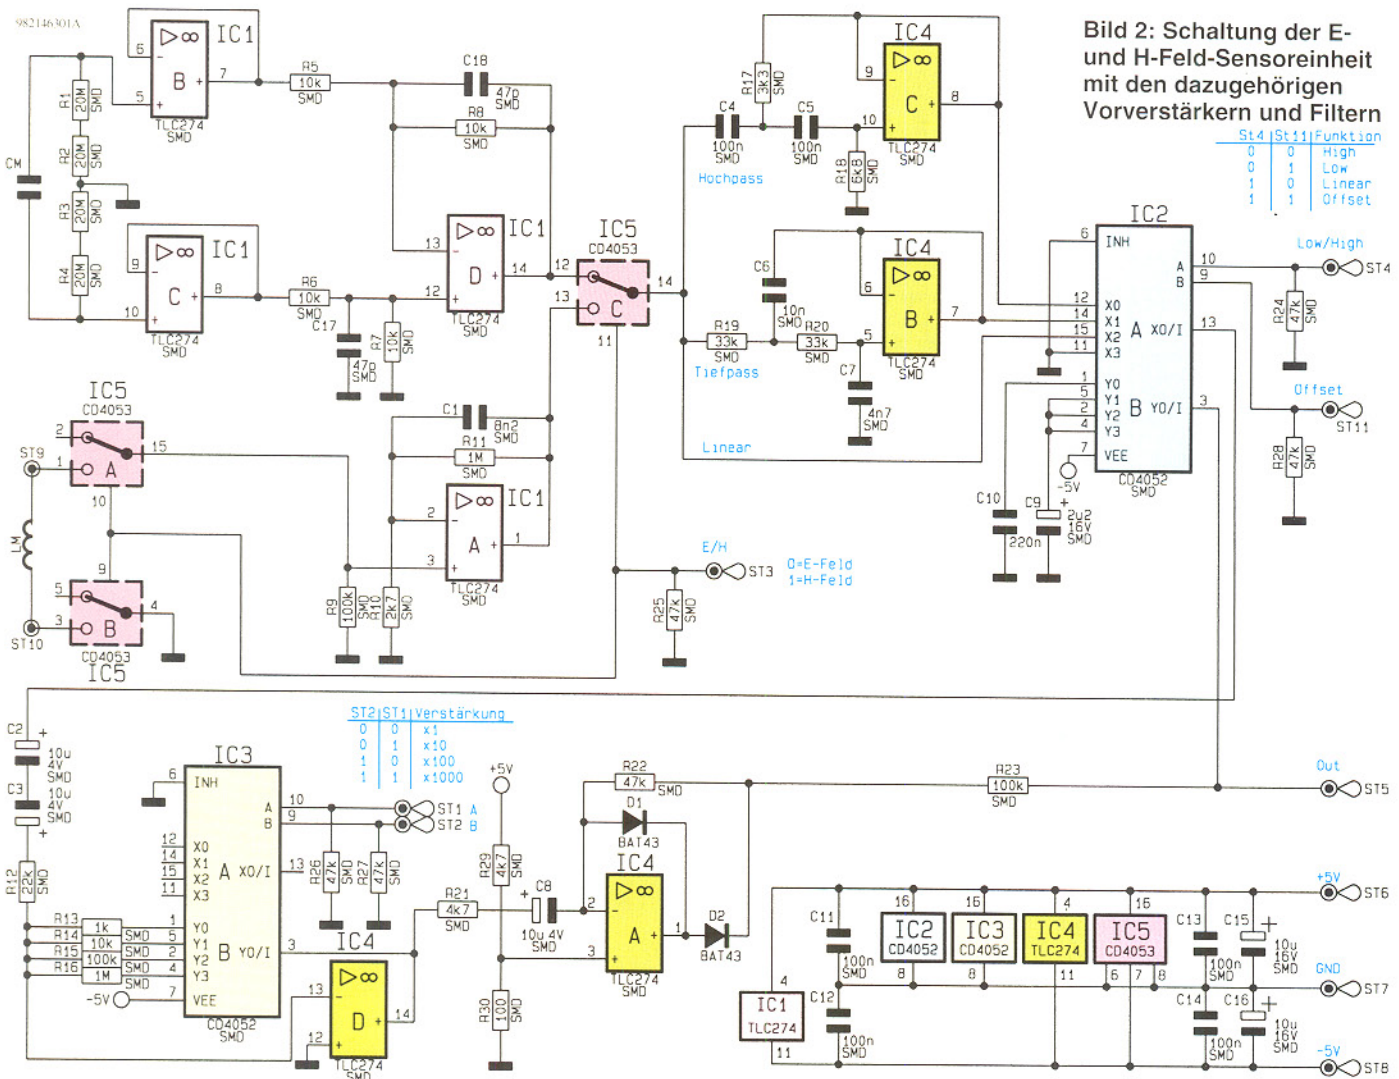

Bild 2: Schaltung der E- und H-Feld-Sensoreinheit mit den dazugehörigen Vorverstärkern und Filtern
1. E- und H-Feld-Sensor (Abbildung 2)
Während die in Abbildung 3, 4 und 5 dargestellten Teilschaltbilder im Basisgerät enthalten sind, finden wir die Komponenten aus Abbildung 2 in der abgesetzten Sensoreinheit wieder, mit deren Beschreibung wir beginnen wollen.
Abbildung 2 zeigt die komplette Schaltung mit den dazugehörigen Vorverstärkern und Filtern.